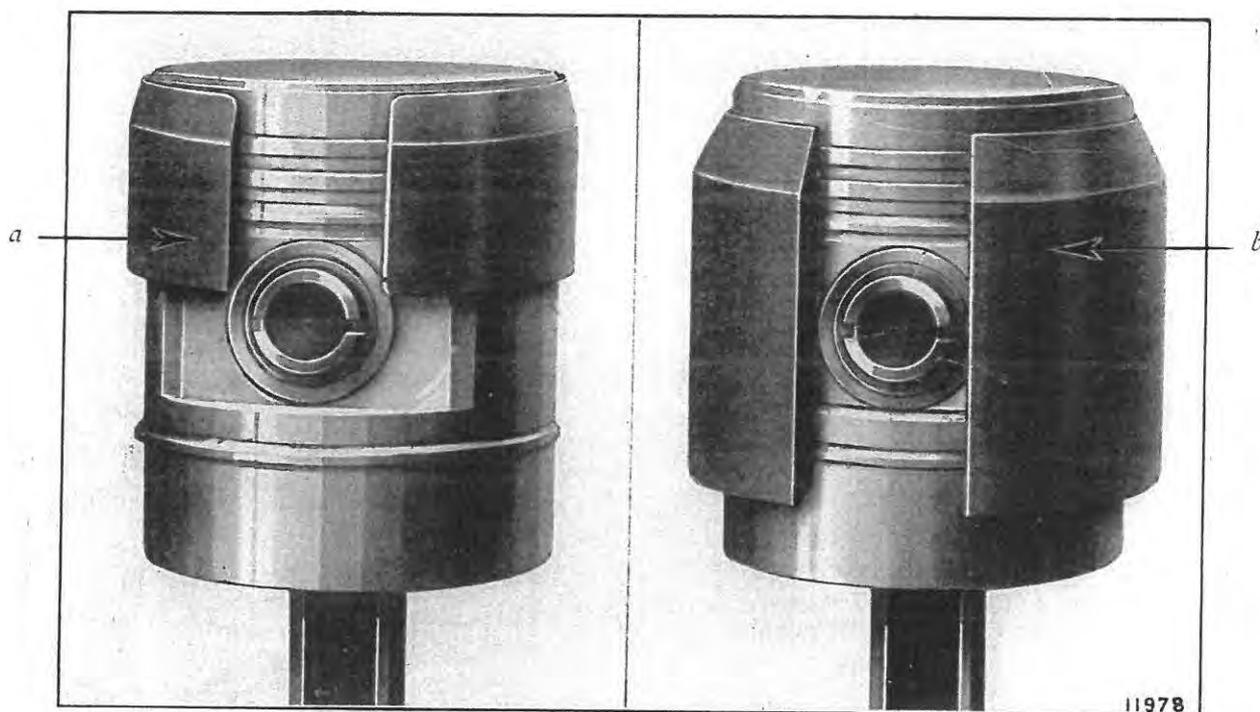

Fig. 30. — Remontage des pistons dans les cylindres.
6. Remonter le vilebrequin et les bielles sur le bloc-cylindres (Fig. 30).